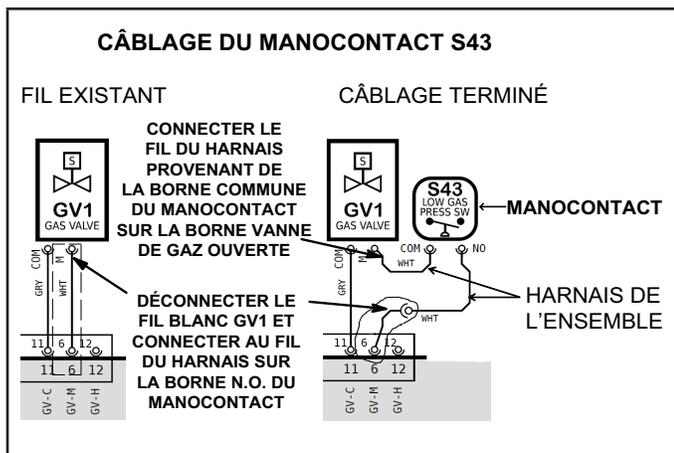

Figure 5
- 13 - Câbler le harnais de fils manocontact comme illustré à la Figure 5.